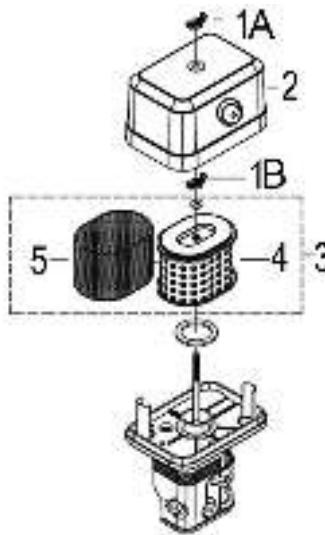

Рис. 28 Обслуживание воздушного фильтра
1. Открутите барашковую гайку 1A и снимите крышку 2 воздушного фильтра (Рис. 28).
2. Открутите барашковую гайку 1B и снимите воздушный фильтр 3 в сборе (Рис. 28).
Поролоновый (предварительный) фильтрующий элемент 5 установлен на корпусе бумажного фильтрующего элемента 4 (Рис. 28).